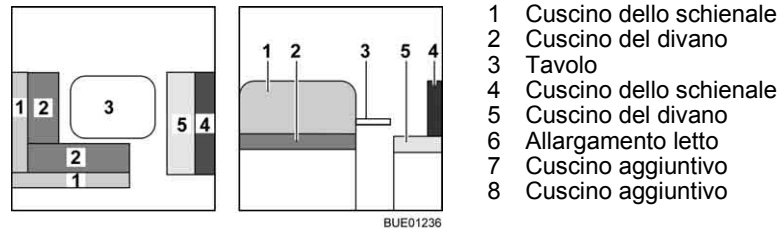

Fig. 94 Prima della trasformazione
- Trasformare il tavolo (Fig. 94,3) in struttura di supporto letto (vedi paragrafo 6.11).
- Rimuovere i cuscini dello schienale (Fig. 94,1) del sedile a L e riporli.
- Rimuovere il cuscino dello schienale (Fig. 94,4) del divano e riporlo.